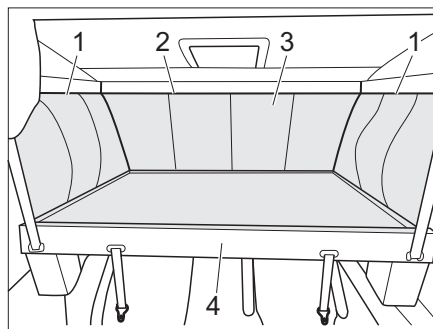

Bild 78 Åtkomst till rullgardinskassetten
- Sänk den höjbara sängen (Bild 78,4) (se kapitel 7.16.3).
- För att lossa överdraget till den höjbara sängen (Bild 78,3) ska du dra upp sidodragkedjorna (Bild 78,1) i det övre området från framsidan till baksidan liksom det främre området (Bild 78,2).
- Dra av överdraget (Bild 78,3) (kardborrfäste).